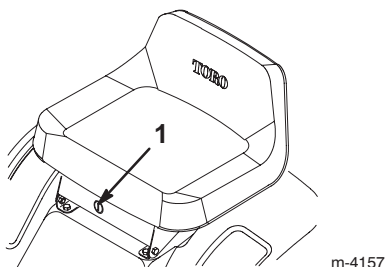

Figure 10
S'il est nécessaire d'utiliser la commande des lames (PDF) en marche arrière, vous pouvez désactiver ce dispositif de sécurité à l'aide du commutateur KeyChoice situé près du support du siège (Fig. 10).
2. Introduisez la clé dans le commutateur KeyChoice (Fig. 10).